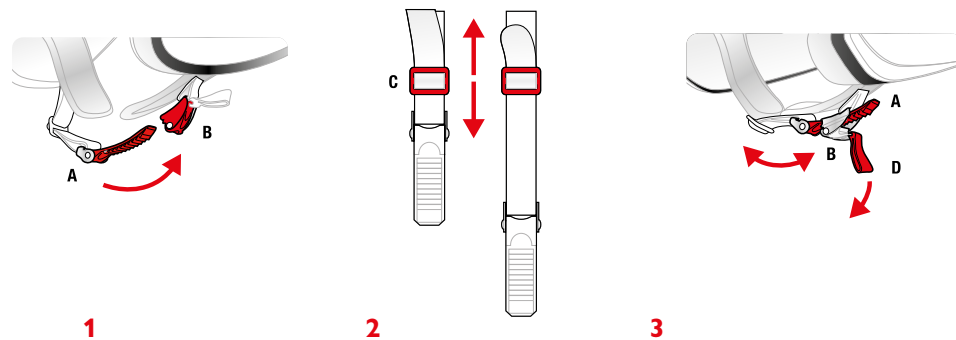

FIGURA 1
Para que ARMOR proporcione una protección adecuada debe calzarse perfectamente y estar abrochado correctamente y con firmeza para que no se salga ni tirando ni girándolo en la cabeza (Figura 1). Si es demasiado grande puede cubrir los ojos o girar lateralmente mientras se conduce impidiendo una visibilidad correcta.
■ SISTEMA DE SUJECIÓN DE REGULACIÓN MICROMÉTRICA – Figura 1